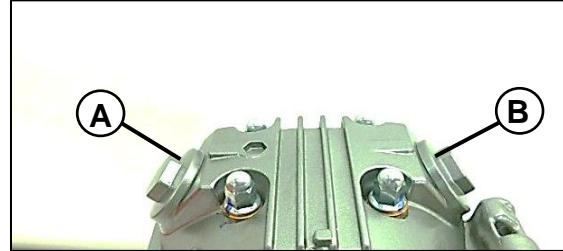

Fig. 04
Se deben retirar los tapones de verificación de las válvulas (A) y (B). Verificar que tengan una holgura al mover los balancines esto nos certifica con lo anteriormente nombrado que el motor está en tiempo de compresión. **Fig. 04**